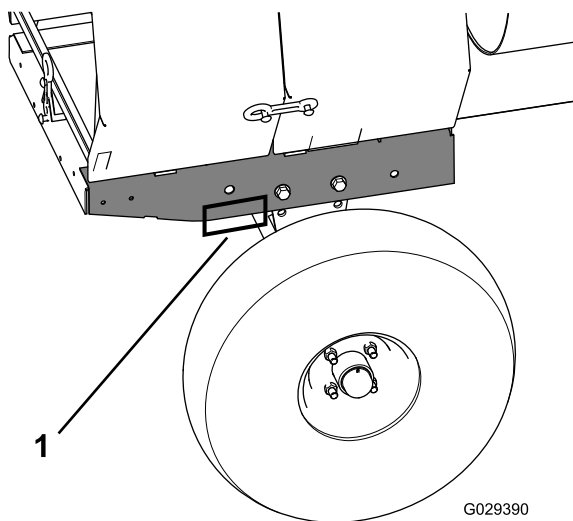

Figure 22
6. Placez une chandelle sous chaque point de soutien de l'extension du cadre arrière (Figure 22).